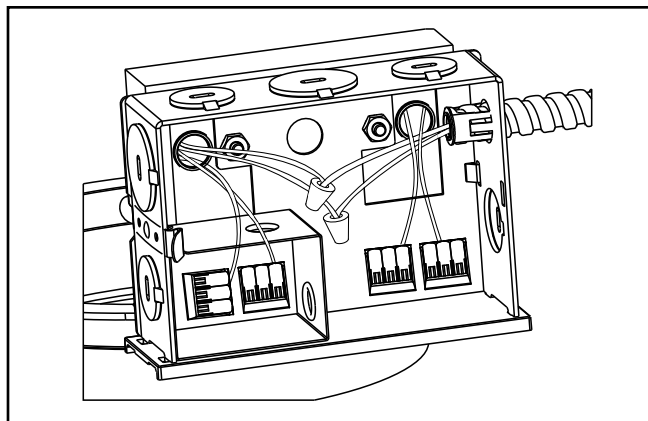

Figure 14
1. Acheminez l'alimentation électrique à la boîte de jonction (sur le cadre d'enchâssement pour plâtre) selon le Code national de l'électricité ou le code d'électricité de votre région. L'isolant du fil d'alimentation doit avoir une caractéristique nominale d'au moins 90 °C. La boîte de jonction est homologuée pour (4) conducteurs de 12 AWG (deux entrées, deux sorties) pouvant supporter une température de 90 °C et un câblage de dérivation d'alimentation pour les pilotes de type IC et de type enfichables de 120/277 V uniquement. Pour tous les autres cas (8) conducteurs 12 AWG (quatre entrées, quatre sorties) pouvant supporter une température de 90 °C et un câblage de dérivation d'alimentation de 120/277 V uniquement.
2. Retirez le couvercle de la boîte de jonction (Figure 14).